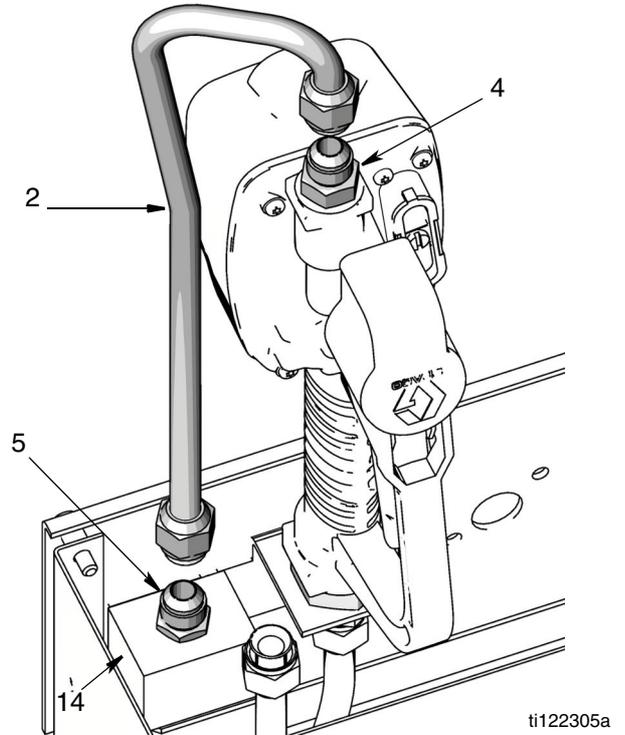

FIG. 16
6. Adjunte el tubo de salida del caudal (2) en el racor adaptador del racor (5) del colector (14) y al racor de salida del caudal (4) (FIG. 16). Apriete a mano ambos racores hasta que queden bien instalados. Luego use una llave para apretar cada racor.